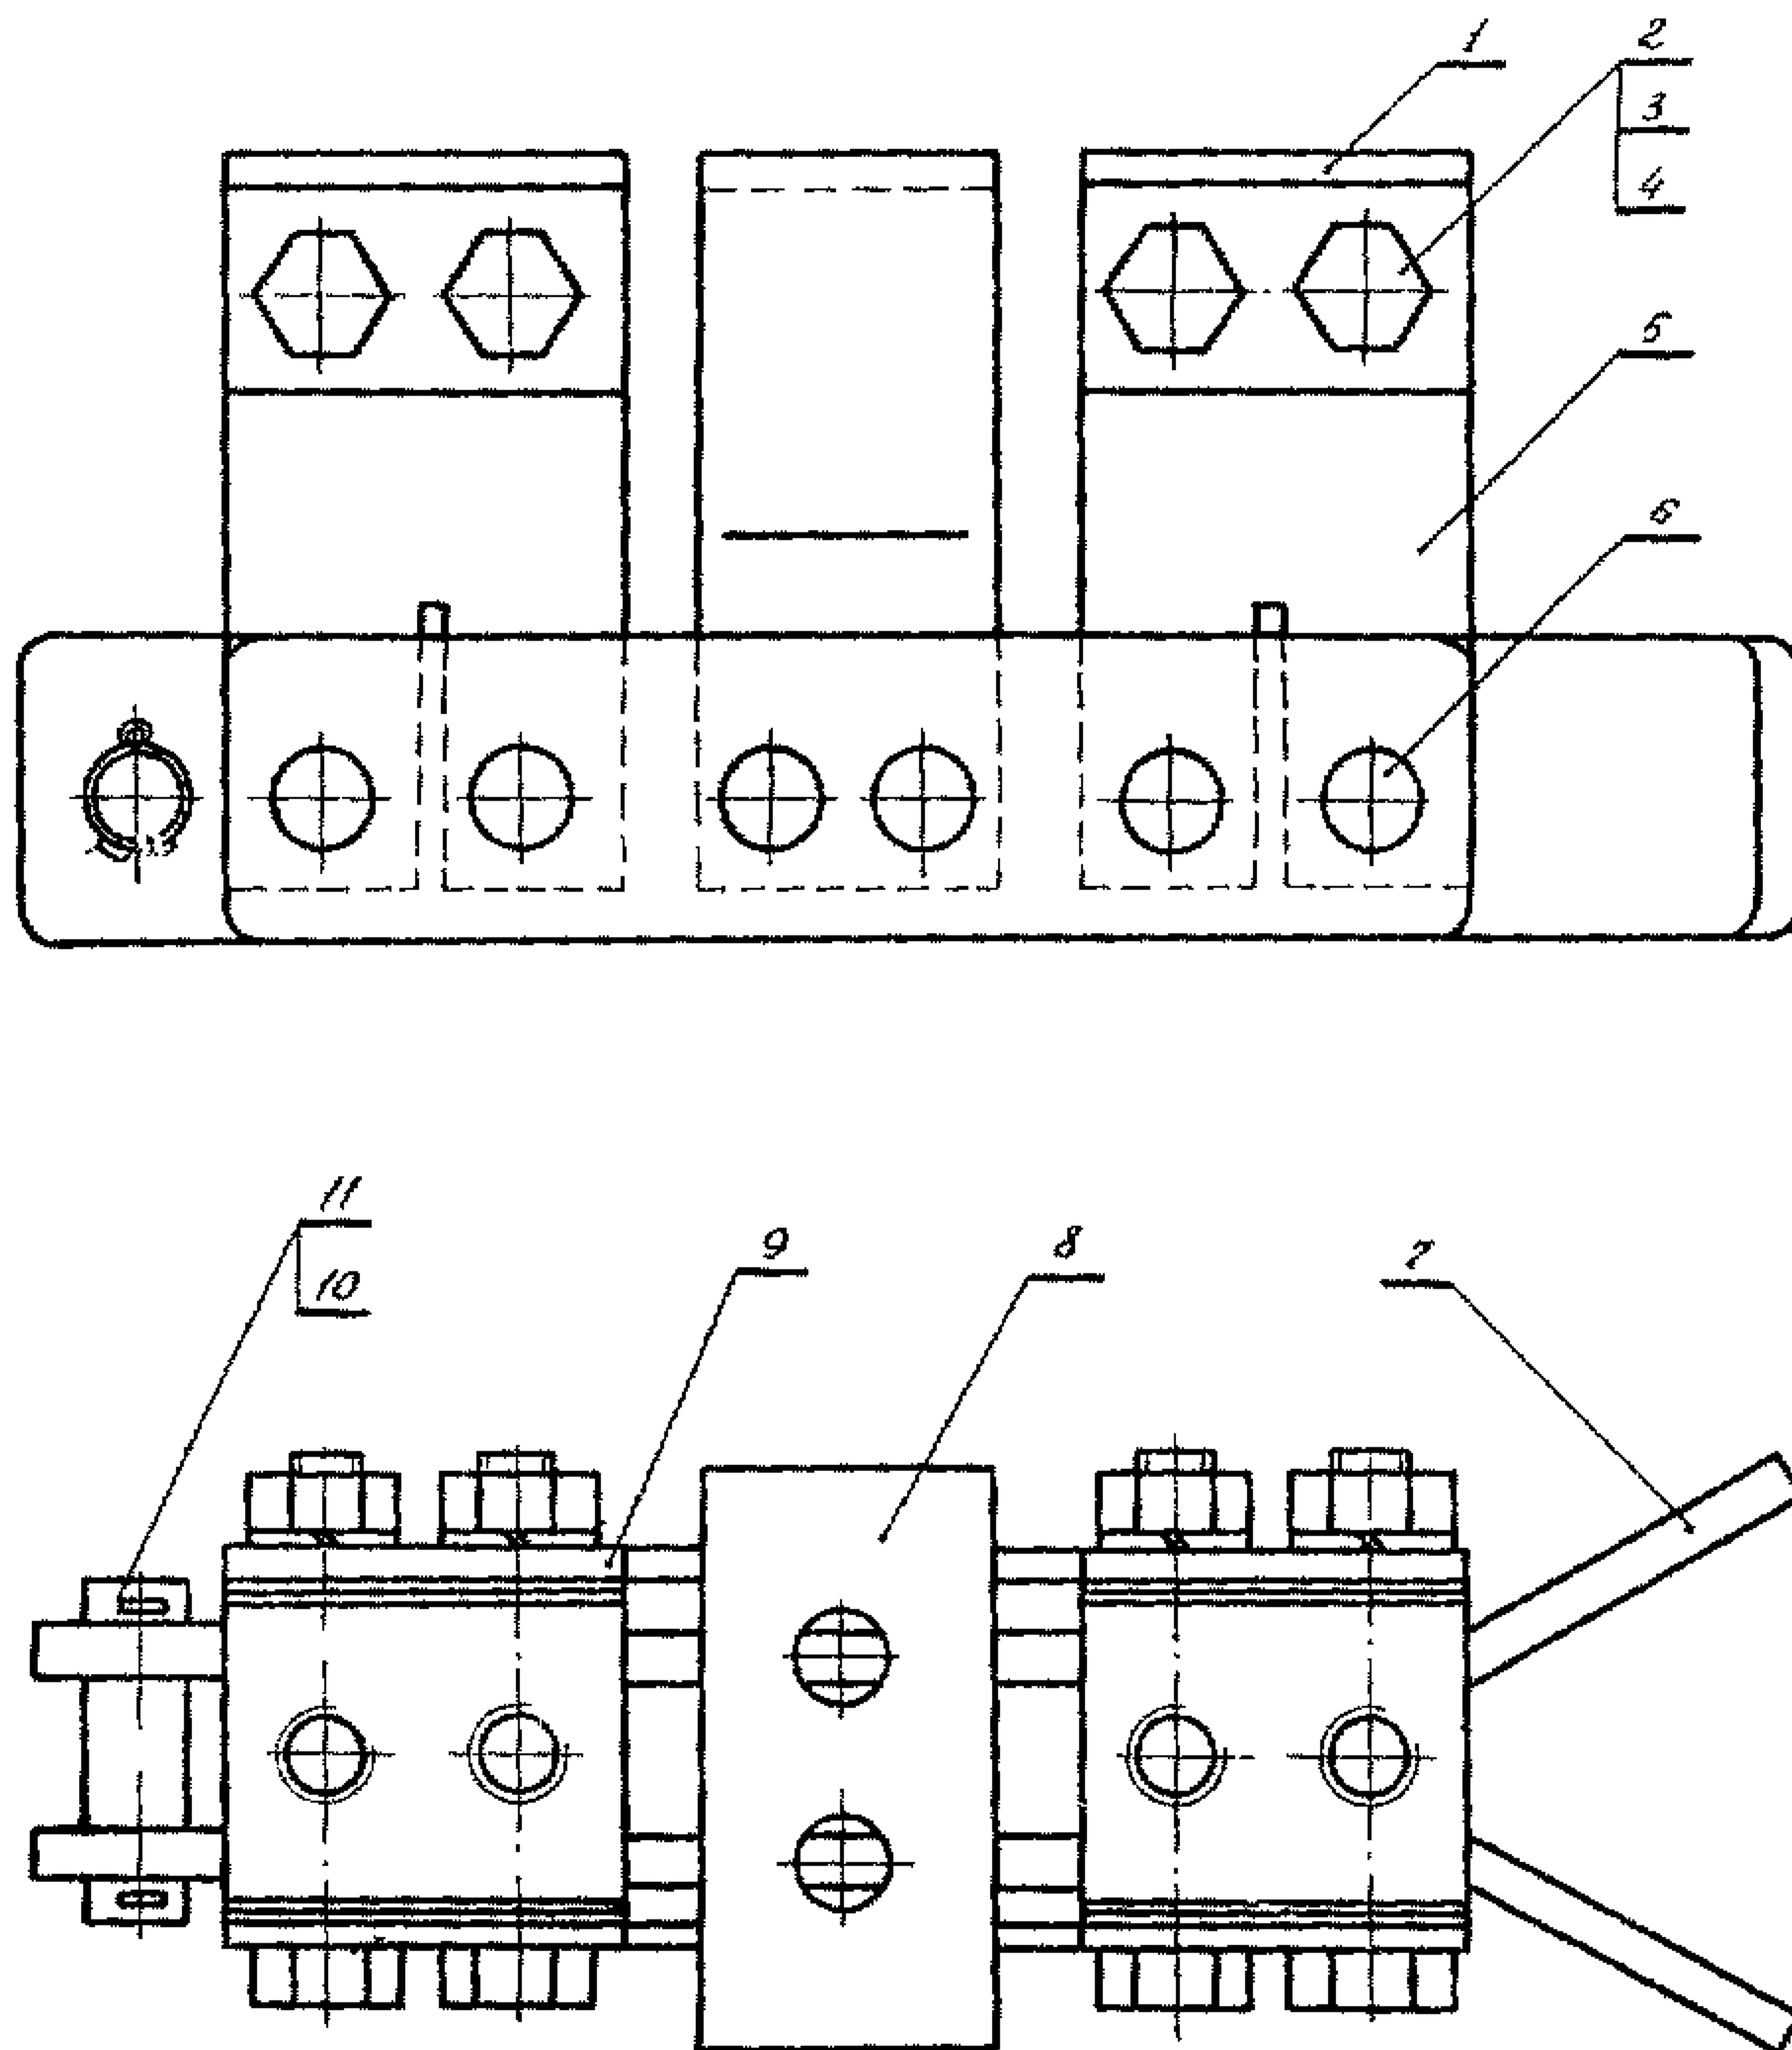

Рис. 13. Неподвижный контакт:
04.3. Произвести осмотр контакта, тщательно проверить пружины 5 (рис. 13), гибкую связь 8, пластины 9 и ось 10. Трещины, надломы на перечисленных деталях не допускаются.
04.6. Подтянуть гайки 4 (см. рис. 13) на болтах 2.
04.10. Смазать ламели 7 (см. рис. 13) техническим вазелином.